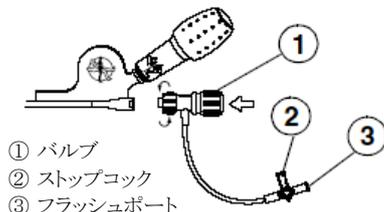

図 2 止血バルブの取付け
- (1) 包装に損傷がないか点検し、止血バルブを滅菌包装から取り出す。
- (2) 使用前に、止血バルブを生理食塩水又はヘパリン加生理食塩水で流す。
- (3) 止血バルブをカテーテルハブに取り付け、ルアーカラーを回してロックする(図 2)。コンプレッションキャップを回してバルブを閉じ、再び流す。
- (4) ダイレータをカテーテル内に挿入し、遠位端がカテーテルの遠位端を越えるまで進める。